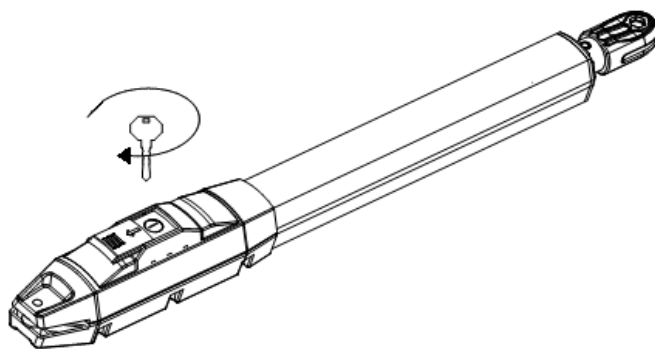

Figura 7
C) Antes da instalação, destrave as duas unidades principais. Método de destravamento: Abra a tampa de liberação manual, insira a chave de liberação manual e gire-a até que seja liberada, conforme mostrado na Figura 7. Em seguida, gire o braço telescópico; você verá que ele se estende facilmente com a mão.